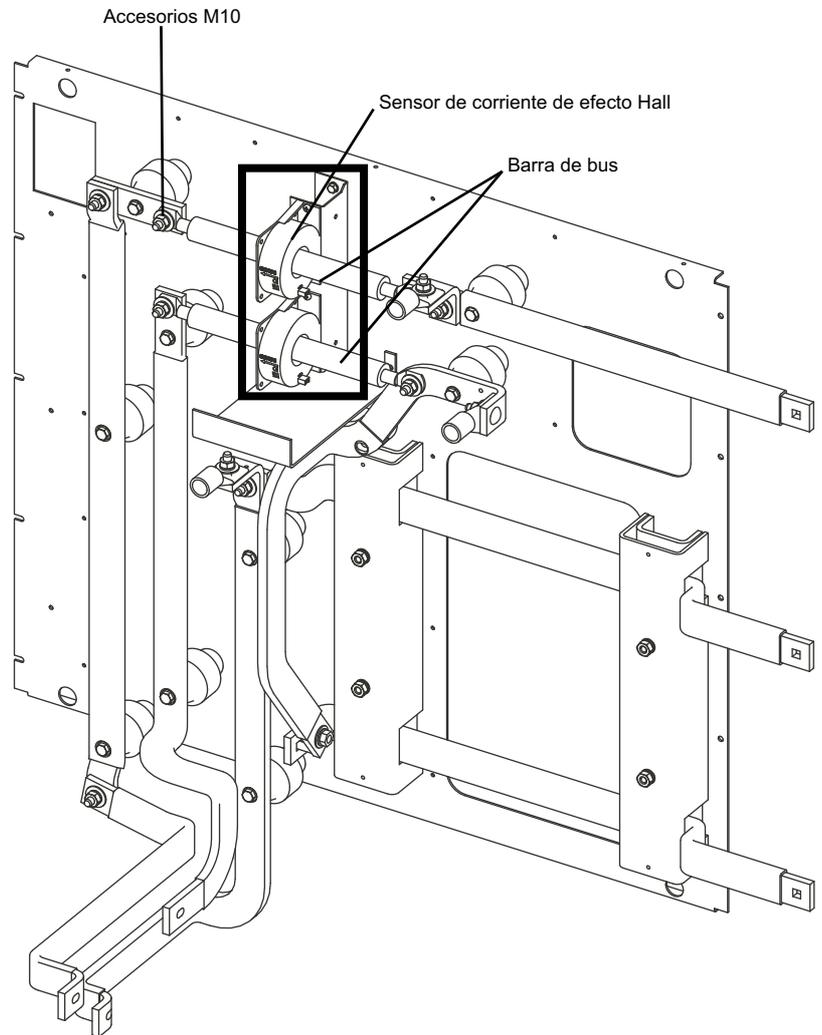

Figura 23 – Sensor de corriente de efecto Hall ubicado dentro del gabinete
6. Inserte el nuevo sensor. Oriente las flechas como se muestra en la Figura 23.